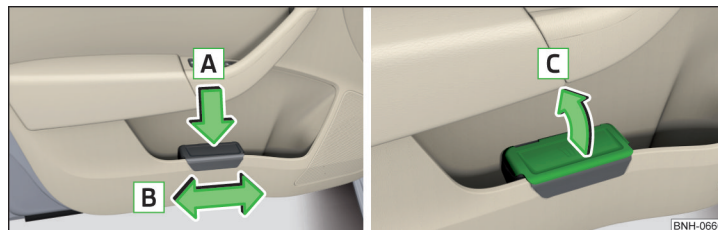

Fig. 69 Recipientul pentru reziduuri: introducerea sau deplasarea/deschiderea
- Apăsăți recipientul pentru reziduuri în partea din spate în sensul săgeții **A** » fig. 69.
- Scoateți recipientul pentru reziduuri în sens contrar săgeții **A** » fig. 69. ▶
› Ridicați capacul în sensul săgeții **C** » fig. 69.